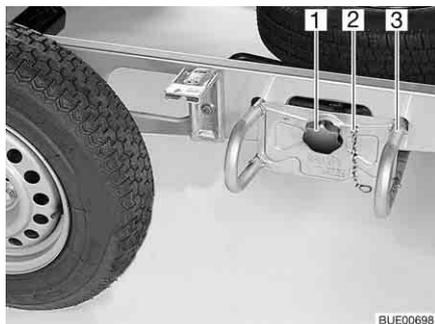

Bild 237 Ersatzrad-Halterung
- Die Sicherungskette (Bild 237,2) aushängen.
- Den Sterngriff (Bild 237,1) lösen und herausdrehen.
- Den Ersatzrad-Halter (Bild 237,3) ca. 10 cm weit herausziehen und am Boden ablegen.